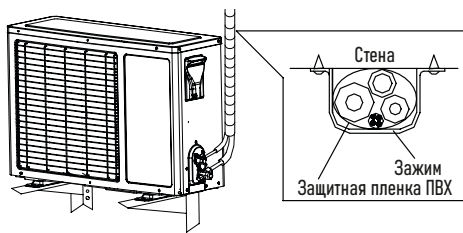

Рисунок 10
- Закрепите трубы на стене с помощью специальных скоб (рис. 10).